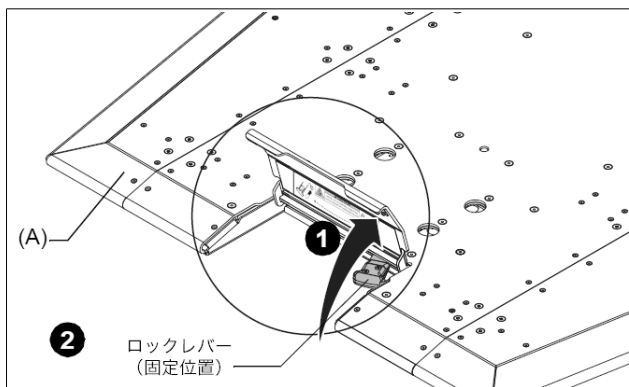

図 14
- 1) ベースの中央部にあるカバーを持ち上げます (図 14)